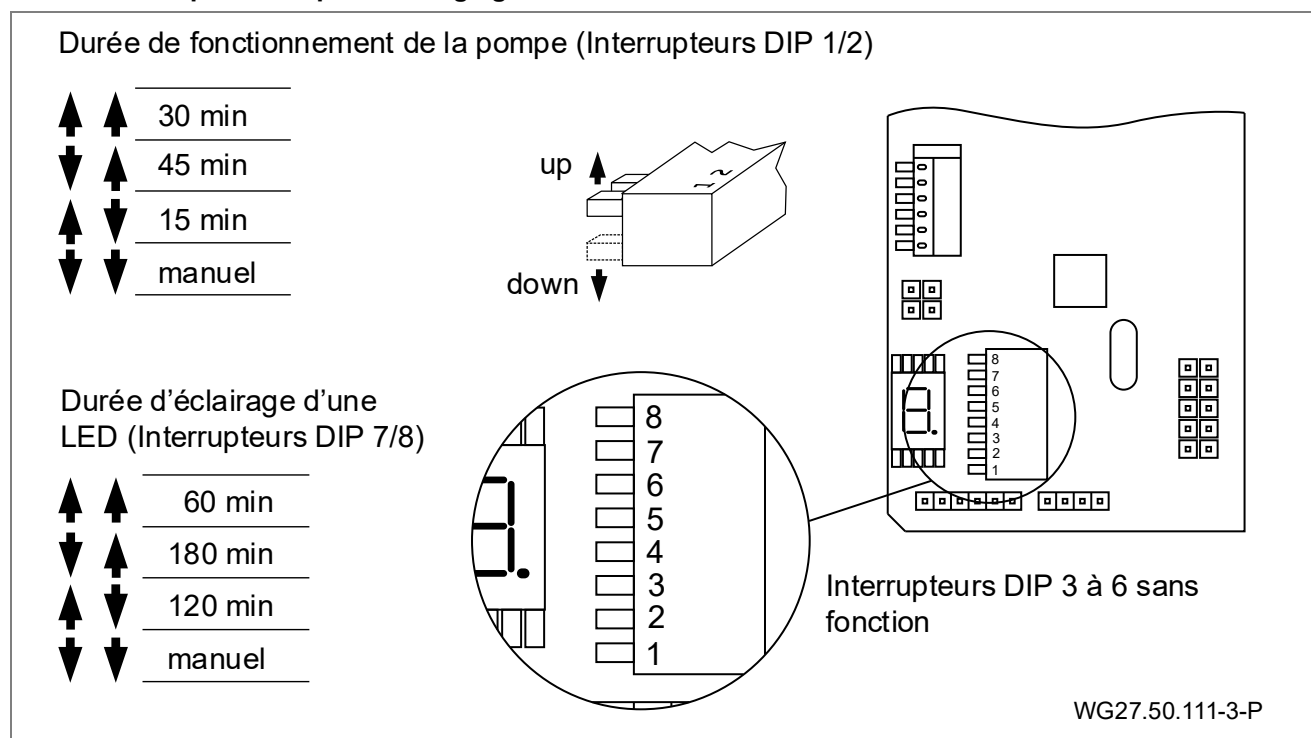

Fig. 30
3. Soulager les tuyauteries d'aspiration et de refoulement par des supports. Voir "Fig. 30".